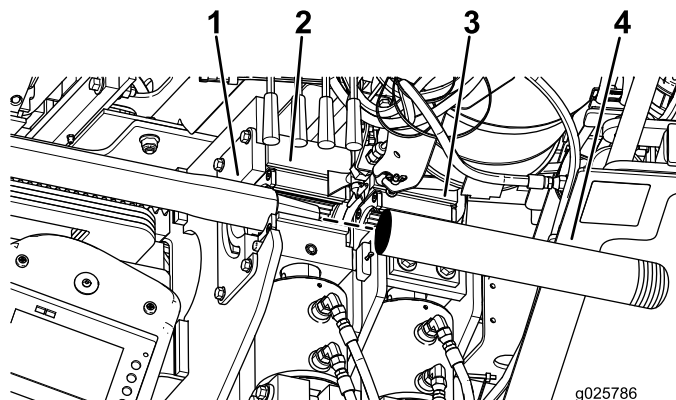

Figura 88
4. Puxe a haste de perfuração e a haste inicial pela guia de hastes até as chaves, alinhando a extremidade alargada da conexão superior da barra inicial com a chave superior (Figura 88).